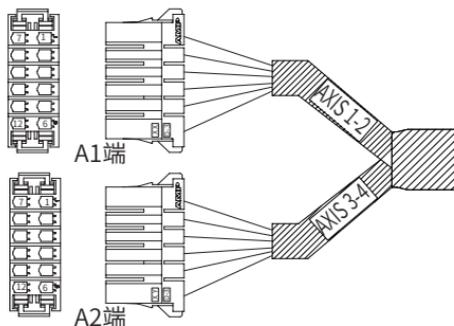

图 4-3 动力线缆 12PIN 连接器插头
- 1) 将图 4-3 中动力线缆上 12PIN 连接器插头插入控制柜前面板对应插座。